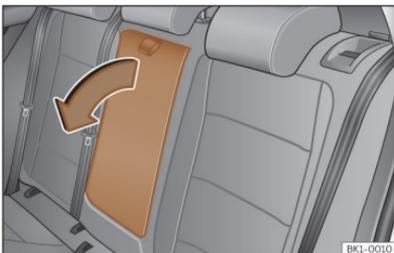

Fig. 101 Reposabrazos central trasero abatible (representación esquemática).
- Para *bajar* el reposabrazos, tire del lazo en el sentido de la flecha >>> **fig. 101**.